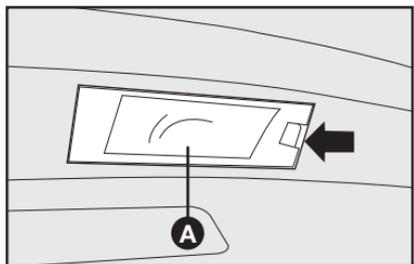

fig. 24
- Quitar el portalámparas **A-fig. 24**, utilizando un destornillador (no suministrado) en el punto indicado por la flecha **fig. 24**;